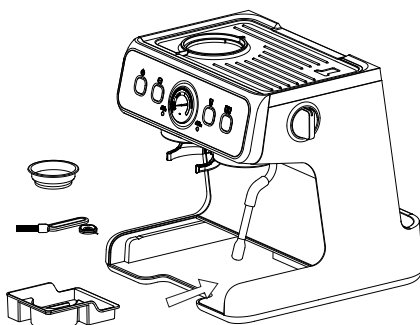

Fig. 8
La BISTRO Espresso Machine è dotata di strumenti per la pulizia, tra cui uno spillo e un pennello per la pulizia, oltre a una cassetta per gli attrezzi (15) che può essere utilizzata per custodirli con praticità. Anche i filtri per tazza singola e doppia possono essere conservati all'interno della cassetta degli attrezzi. La cassetta per gli attrezzi è collocata nella parte inferiore a sinistra del dispositivo, dietro la vaschetta di raccolta. Una volta rimosso il vassoio di raccolta (Fig. 8), puoi accedere alla cassetta degli attrezzi semplicemente estraendola dal vano.